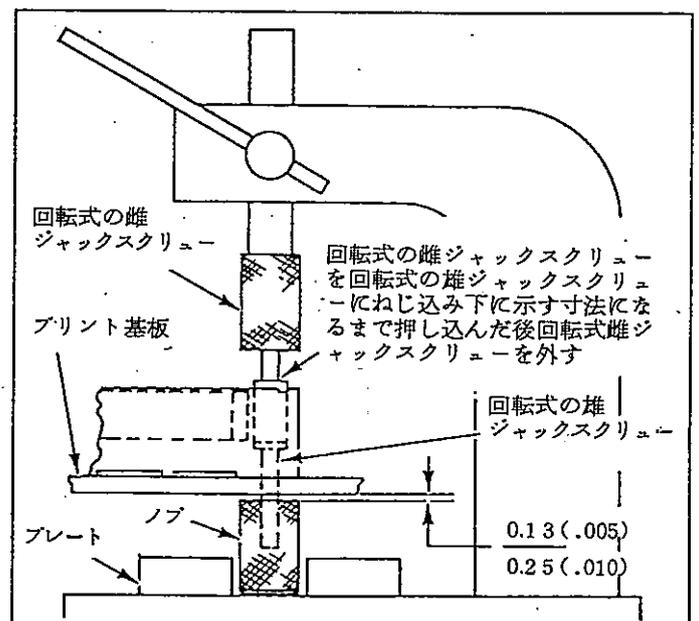

Fig. 5
- 回転式の雄ジャックスクリーにノブを取り付けるには、まず回転式の雌ジャックスクリーを雄ジャックスクリーにねじ込みます。ノブの位置決めには手順 6 で使用したのと同じ板を使用します。次に Fig. 5 に示すように、各部品を配置し、アンカー工具を使用してジャックスクリーにノブを取り付けます。